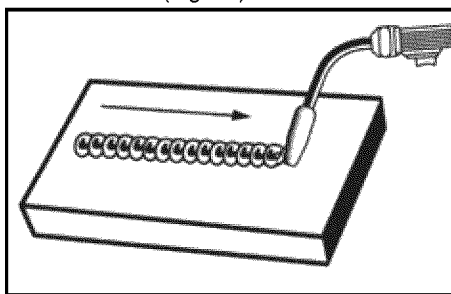

Fig. 9a
- El CORDÓN RECTO se forma moviendo el soplete en línea recta mientras se mantienen el alambre y la boquilla centrados sobre la unión de soldadura. (Fig. 9a)
- POSICIÓN PLANA: es la más cómoda de las posiciones para soldar y es la que se utiliza con más frecuencia. De ser posible, lo mejor es que suelde en posición plana, porque es más fácil obtener buenos resultados. (Fig. 9a)